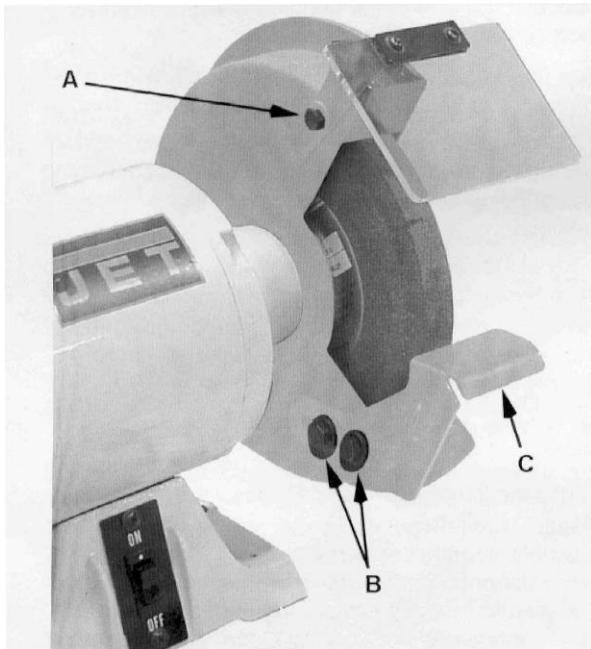

Рисунок 4
1. Ослабьте винты (A, Рис. 4).
3. Затяните винт (A).
1. Ослабьте винты (B, Рис. 4) при помощи 12 мм гаечного ключа.
2. Переместите подручник (C) на расстояние 1/16" от шлифовального круга.
3. Затяните винты (B).